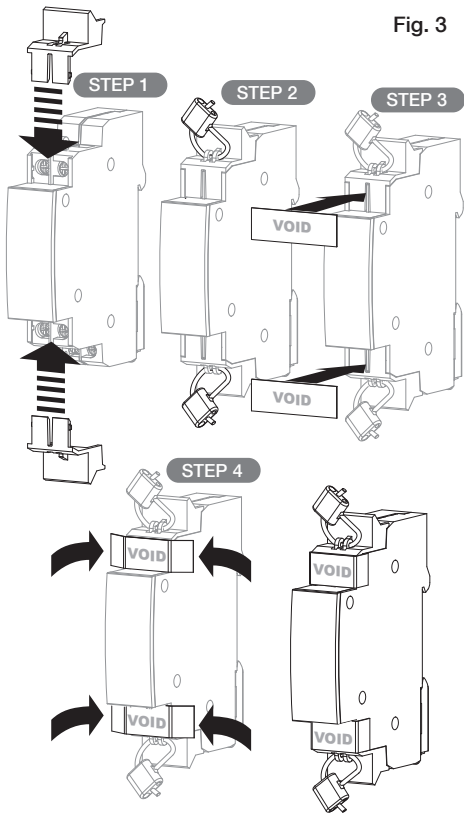

Fig. 3
• **Installation** (Abb. 1 und Abb. 3)
• **Installazione** (fig. 1 e fig. 3)
- **Instalación** (fig. 1 y fig. 3)